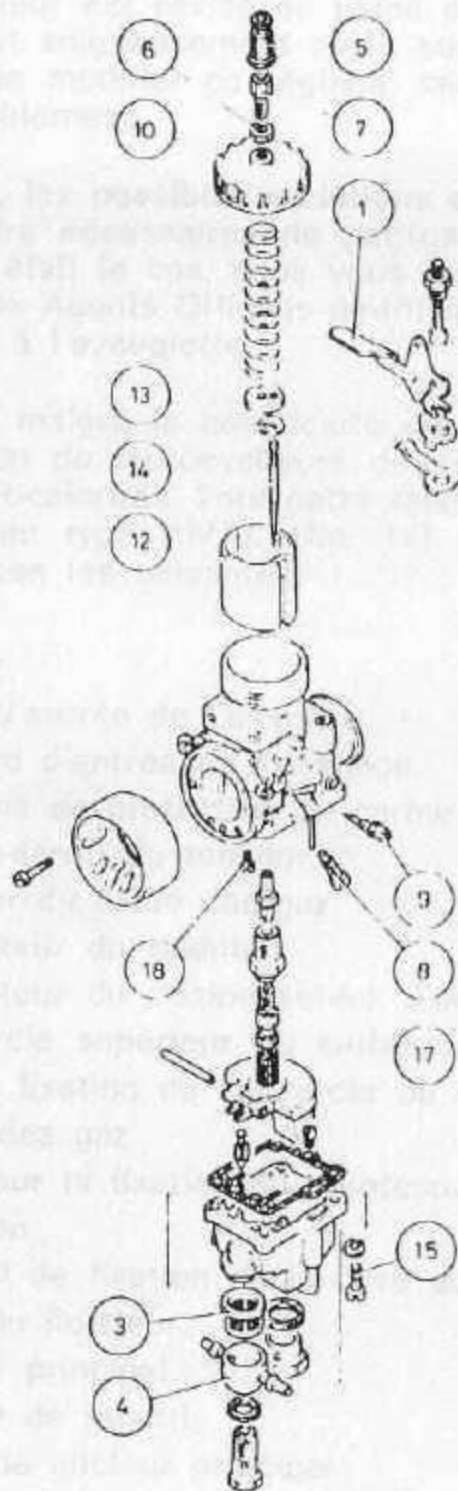

Fig. 11
Cependant, malgré la complexité en général d'un carburateur, beaucoup de motocyclistes désirent en connaître les détails et particularités. Pour cette raison, nous incluons une vue éclatée du type AMAL (fig. 11). Les pièces les plus importantes sont les suivantes:
Although a carburetor is quite complicated, many riders want to know more about its peculiarities and details, and for them we include an exploded view for AMAL type (fig. 11). Its most important parts are as follows:
2. Limpieza del filtro de entrada de gasolina. Por la parte derecha del carburador, desmontar el racord de entrada (3. fig. 11) usando una llave de 13 mm. Extraer el filtro y limpiar con gasolina y aire. Volver a montar y fijar al carburador.
2. Nettoyage du filtre d'entrée de l'essence. Du côté droit du carburateur, démonter le raccord d'entrée d'essence (3, fig. 11), en utilisant une clé de 13 mm. Extraire le filtre et le nettoyer à l'essence et à l'air. Le remonter et le fixer dans le carburateur.
2. Cleaning the Carburetor Fuel Filter. From the right of carburetor remove the inlet fitting (3, fig. 11) with a 13 mm wrench. Remove the filter screen and wash in gasoline and dry with compressed air. Reassemble and refit to the carburetor.
5. Cambio del surtidor principal. El surtidor principal está situado dentro de la cuba del flotador. Para llegar a él, se debe desmontar el carburador de la motocicleta y luego la cuba del flotador fijada por un tensor (15, fig. 11). El surtidor aparece situado en posición central y fácilmente desmontable con llave de 8 mm. Véase el surtidor correspondiente en la pág. 60.
5. Changement du gicleur principal. Le gicleur principal est placé dans la cuve du flotteur. Pour l'atteindre, il faut démonter le carburateur de la moto et détacher la cuve du flotteur qui est maintenue en place par un ressort (15, fig. 11). Le gicleur est situé au centre et il est facilement démontable avec une clé de 8 mm. Voir le gicleur correspondant à la page 62.
5. Changing the Main Jet. The main jet is located in the float chamber. To reach it, remove the carbureter from the motorcycle and then the float chamber secured by a clip (15, fig. 11). The main jet is located in central position and can be removed easily with an 8 mm wrench. See the proper main jet on page 64.